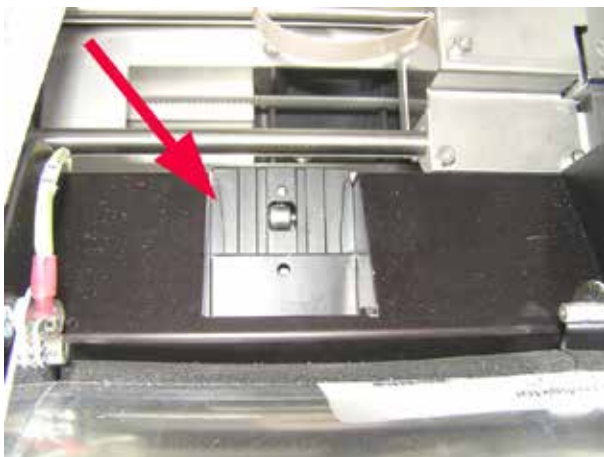

Abb. 48
- Objektträger-Ausgeberutsche (→ "Abb. 48")
Die Rutsche muss sauber sein (→ "Abb. 48").